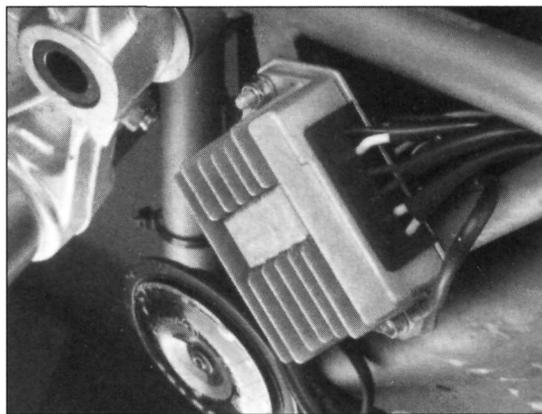

Bild 79
- Falls Messwerte nicht erreicht werden und Statorspulen in Ordnung sind, Lampen überprüfen; gegebenenfalls Regler (Bild 79) ersetzen.